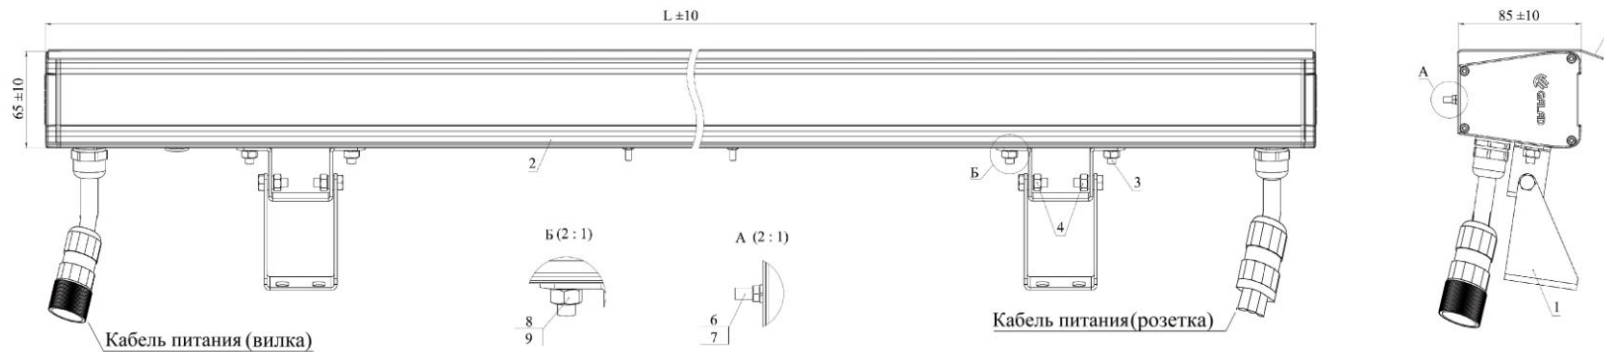

Рисунок 2
5.5.1. Светильники с усиленными кронштейнами монтировать следующим образом. Открутить гайки М6 (поз.8) и снять гроверные шайбы (поз.9) вид А (Рисунок 2) с установленных в паз корпуса светильника (поз.2) планками (поз.3).
5.5.2. Установить два кронштейна (поз.1) (Рисунок 2), совместив шпильки планок (поз.3) с отверстиями кронштейна (поз.1). Установить ранее снятые гроверные шайбы (поз.8) и закрутить гайки М6 (поз.9) с усилием 5...9 Н.м.
5.5.4. Для регулировки наклона светильника необходимо ослабить гайки М8 (поз.4) на кронштейнах (поз.1) (Рисунок 2), наклонить светильник на необходимый угол и затянуть гайки усилием 13...15 Н.м.